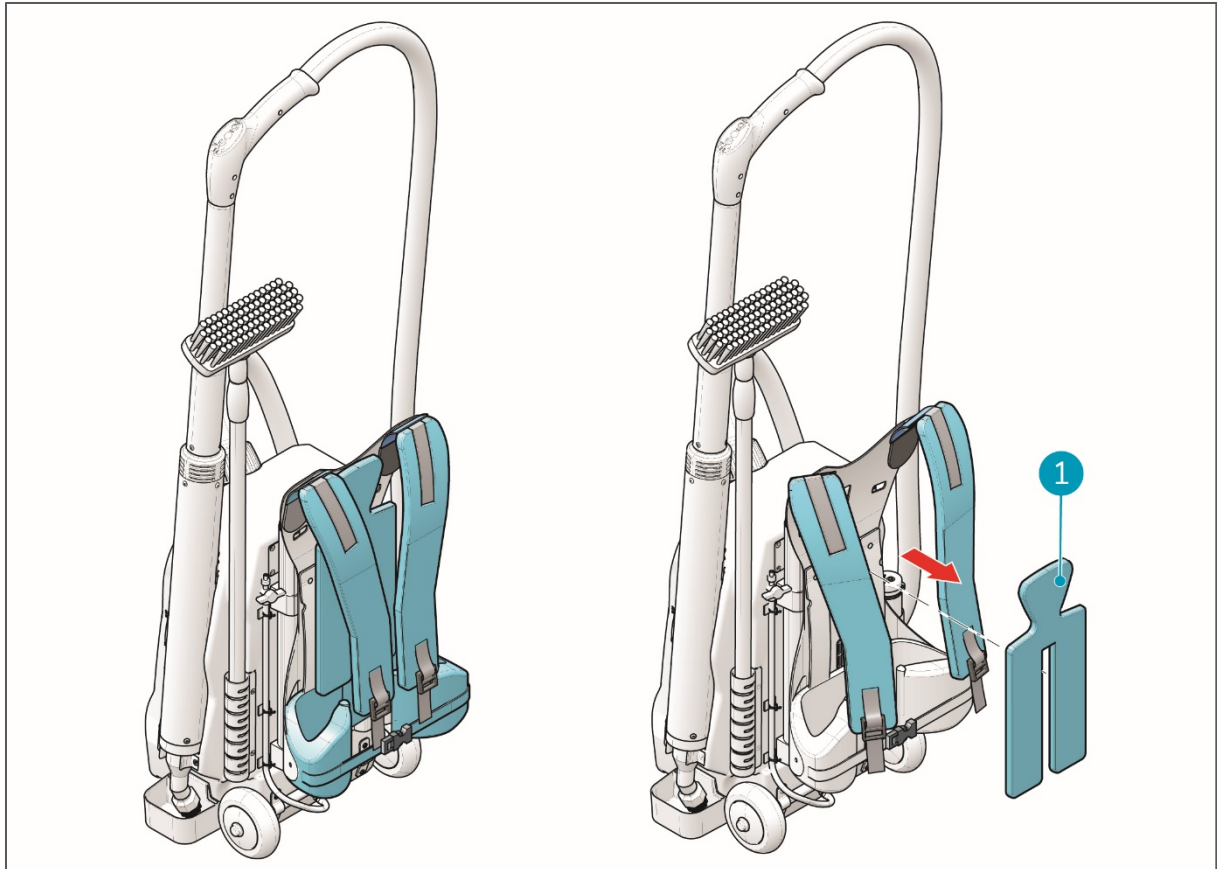

Abbildung 8
1. Nehmen Sie die Polsterung (Abb. 8, Pos. 1) ab, die mit Klett an der Rückenplatte angebracht ist.